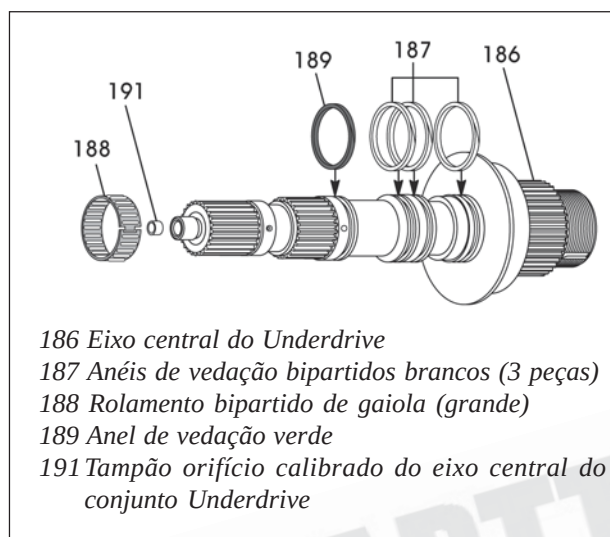

Figura 132
14. Remova os 4 anéis de vedação e o rolamento bipartido do eixo central do Underdrive, conforme mostra a figura 132.